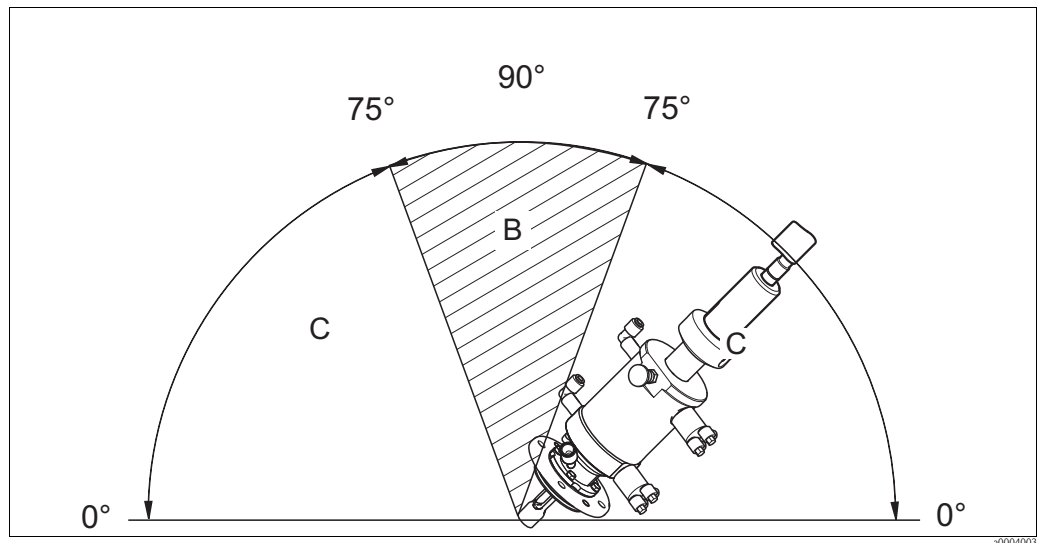

Abb. 2: Einbauwinkel bei Armaturen mit ISFET-Sensoren
-  2 Dieses Symbol steht für einen Querverweis auf eine bestimmte Abbildung (z.B. Abb. 2).